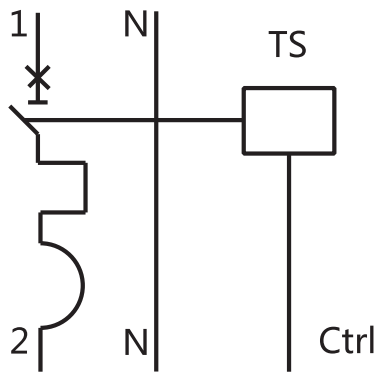

图1 工作原理图
- 4、为了您的安全，请合理选择断路器的短路保护特性要求，并合理配备安装导线。严格按图1接线图配线安装；
5.2 工作原理(见图1)：